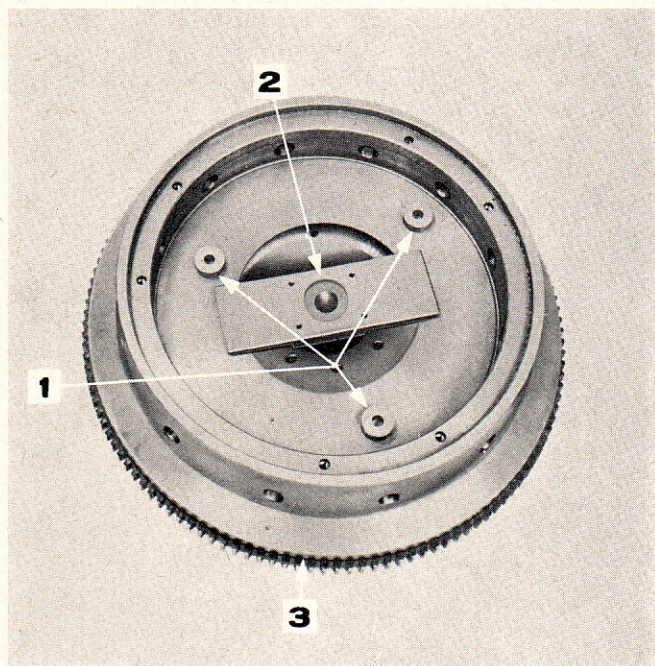

Figure 23: Entretoises de disque de transmission posées sur la face de friction du volant
2. Poser sur une surface plane un volant pour embrayage double, volant soit neuf, soit reconditionné. Placer sur la surface de friction les trois entretoises pour disque de transmission No. SW12/m; chacune au voisinage de deux trous de boulon (Figure 23).
1. Placer sur le volant les trois entretoises de disque de transmission No. SW12/m puis poser à travers la face de friction du volant la plaquette No. SW12/h, dans la position représentée Figure 23.